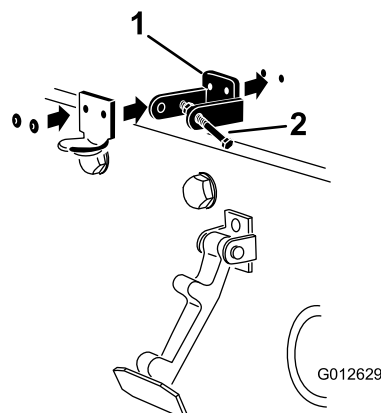

Figura 4
3. Alinee los taladros de montaje y posicione el cierre de seguridad para CE y el enganche del cierre sobre el capó (Figura 4).
5. Remache el seguro de cierre, el cerradero y las arandelas al capó (Figura 4).